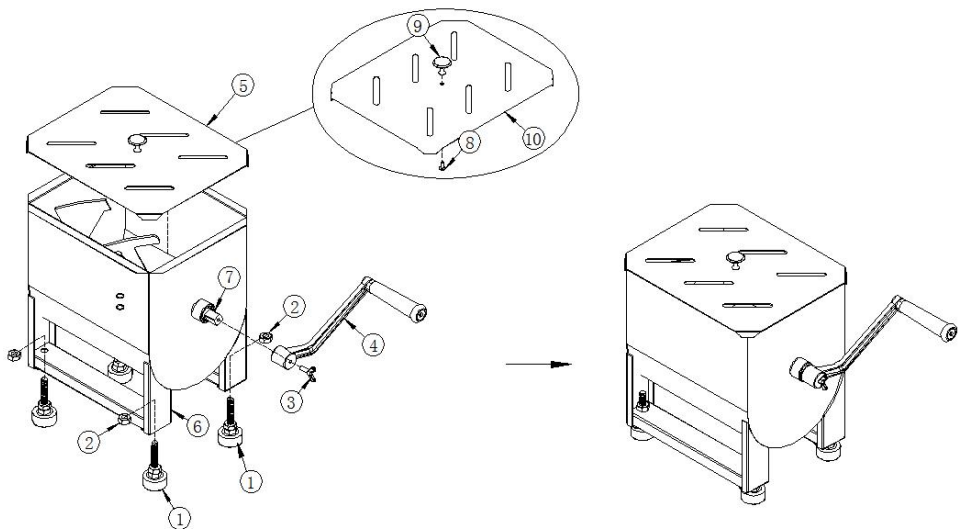

Bild1 Bild 2
Steg 1: Genom att justera höjden på fötterna ① och muttern ② , fäst köttblandaren i tankens fötter ⑥ (se bild 1).
Steg 2: Placera handtaget ④ på den fyrkantiga axeln ⑦ på tanken ⑥ , dra åt och fixera handtaget ④ med fjärlsskruven ③ (se bild 1).